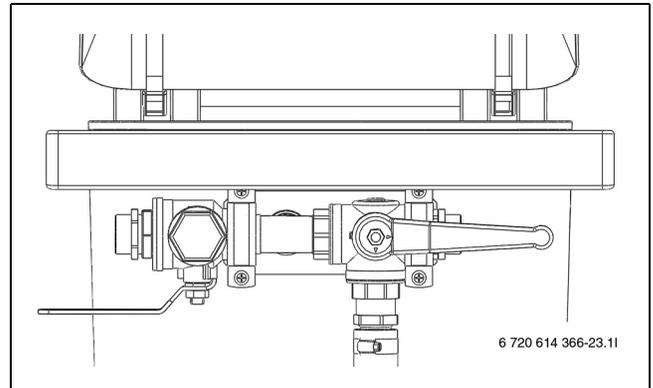

Fig. 24 Station de remplissage en mode remplissage
- ▶ Placer les vannes de la station de remplissage en position de remplissage et remplir le circuit avec de l'eau glycolée (→ figure 24).